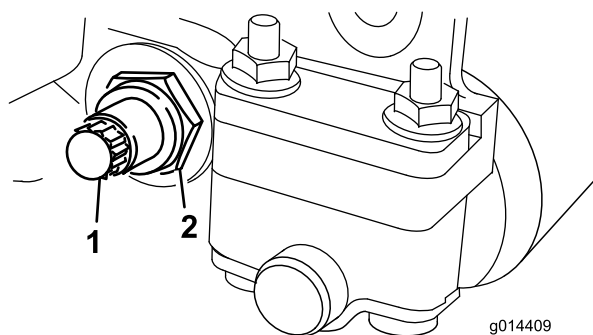
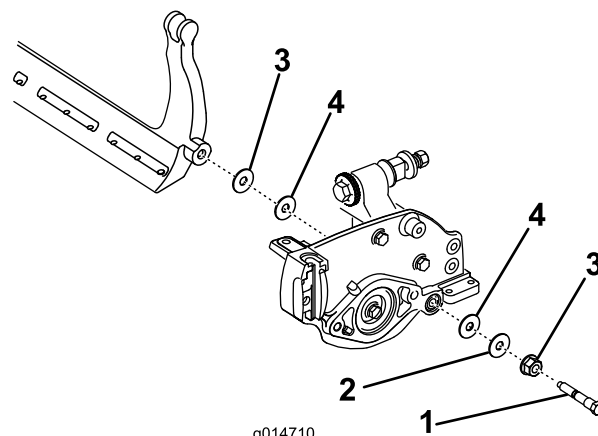

Figura 20
Figura 21
3. Su ciascun lato della macchina, allentate il dado di bloccaggio che fissa il bullone della barra di appoggio (Figura 20).
4. Togliete ciascun bullone della barra di appoggio consentendo alla barra di appoggio di essere tirata verso il basso e rimossa dal bullone della macchina (Figura 20). Tenete in considerazione le due rondelle in nylon e la rondella in acciaio stampato su ciascun lato della barra di appoggio (Figura 21).
2. Fissate la barra di appoggio su ciascuna piastra laterale mediante gli appositi bulloni (dadi sui bulloni) e 6 rondelle. Una rondella in nylon deve essere posizionata su ciascun lato della flangia di estremità della piastra laterale. Posizionate una rondella in acciaio all'esterno di ciascuna rondella in nylon (Figura 21). Serrate i bulloni della barra di appoggio a una coppia di 27-36 Nm. Serrate i dadi di bloccaggio finché la rondella in acciaio esterna non cessa di ruotare e il gioco di estremità scompare, ma non serrate eccessivamente o non deviate le piastre laterali. Le rondelle all'interno possono avere del gioco.